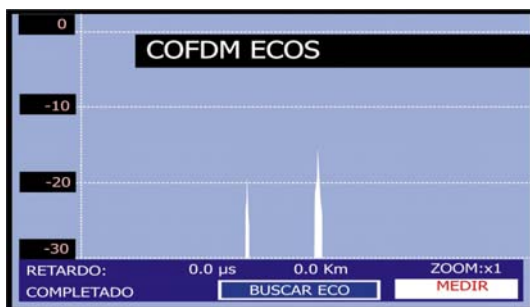

Figura 57.- ECOS detectados.
2. Pulse el selector rotativo. El cursor vertical se situará sobre el primer eco (Figura 57.-).